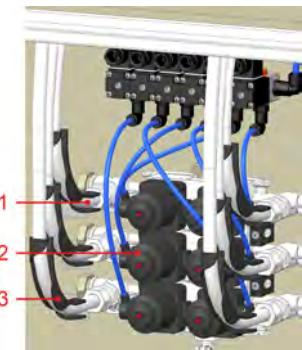

Fig. 7 : Bloc distributeur de vannes à membrane / affectations des machines
1. ➔ Brancher les tuyaux flexibles de raccordement aux lessiveuses-essoreuses, comme indiqué dans Fig. 7 aux raccords filetés (Fig. 7 , repère 1) du bloc de vannes (Fig. 7 , repère 2).
2. ➔ Diriger les tuyaux flexibles par le guide d'angle (Fig. 7 , repère 3) vers l'extérieur.